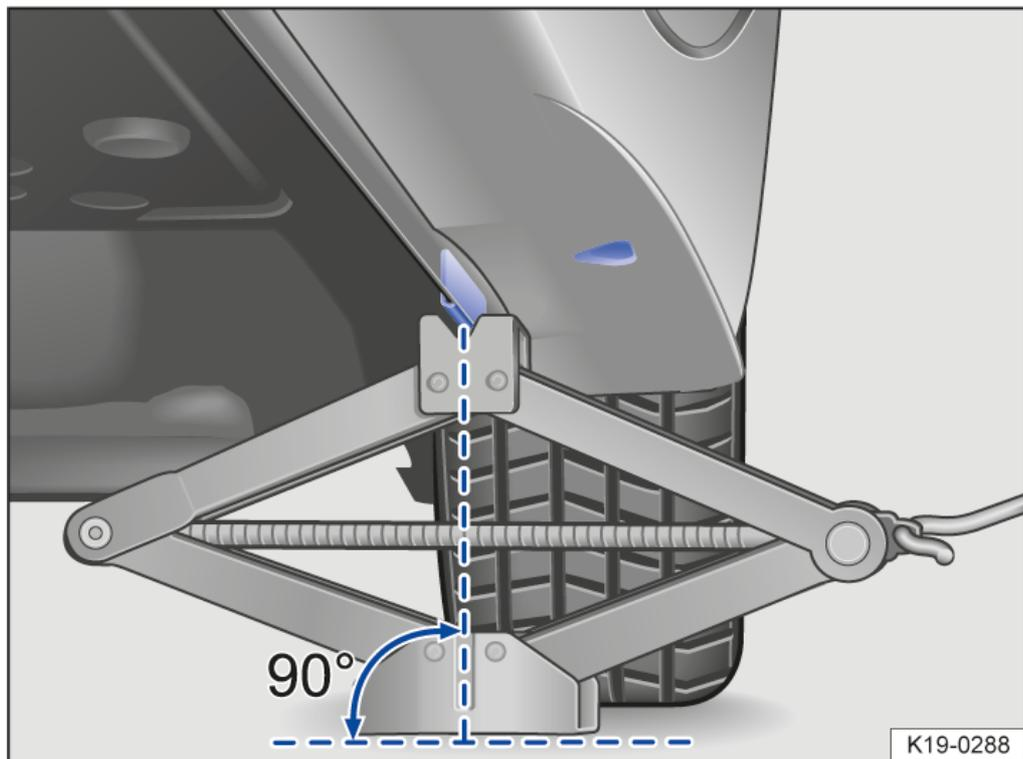
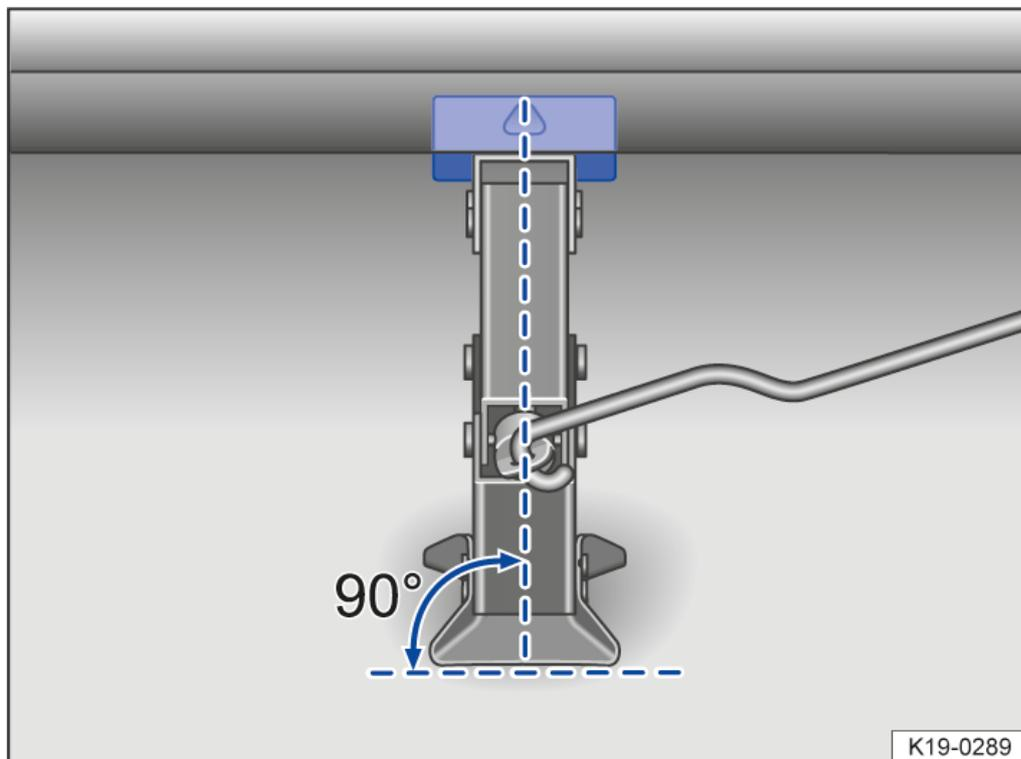

Abb. 2 Wagenheber hinten an der linken Fahrzeugseite angesetzt.
Abb. 3 Korrekte Ausrichtung des Wagenhebers.
Die Anti-Diebstahl-Radschraube muss bei einem Rad mit Radvollblende an Position → *Abb. 2*
3. Sicherstellen, dass der Wagenheberfuß mit der ganzen Fläche sicher auf dem Boden steht und sich der Wagenheberfuß lotrecht genau unter dem Ansetzpunkt befindet → *Abb. 2* und → *Abb. 3*.
7. Wagenheber ausrichten und gleichzeitig die Wagenheberklaue weiter hochkurbeln, bis die Klaue den Steg unter dem Fahrzeug → *Abb. 2* umfasst.
- Wagenheber nur an den beschriebenen Stellen ansetzen. Die Klaue des Wagenhebers muss den Wagenheberaufnahmeplatz unter dem Fahrzeug sicher umfassen → Abb. 2.